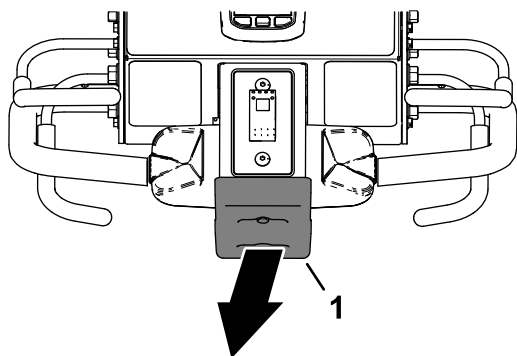

Figura 99
2. Îndepărtați-vă de comutatorul de oprire la denivelare (Figura 99).